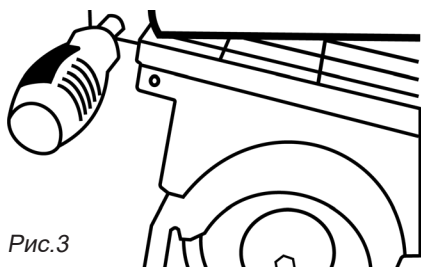

Рис.3
4. Установите рукоятъ подъёма каретки (рис.3).